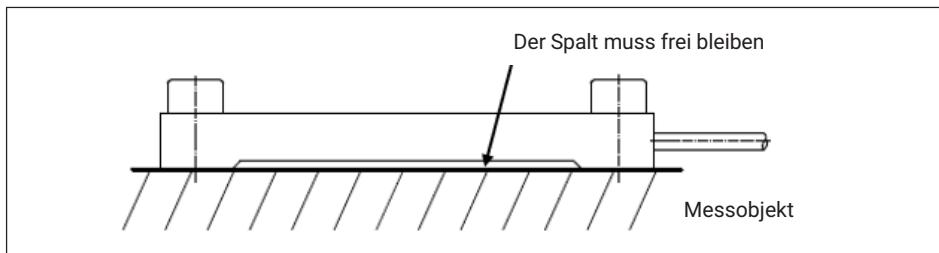

Abb. 7.2 Einbau des Dehnungsaufnehmers
- Die Montage des Dehnungsaufnehmer ist in Abb. 7.2 gezeigt.
- Der Dehnungsaufnehmer darf nicht in dem mittleren, abgesetzten Bereich aufliegen (siehe Abb. 7.2) und muss verspannungsfrei montiert werden.